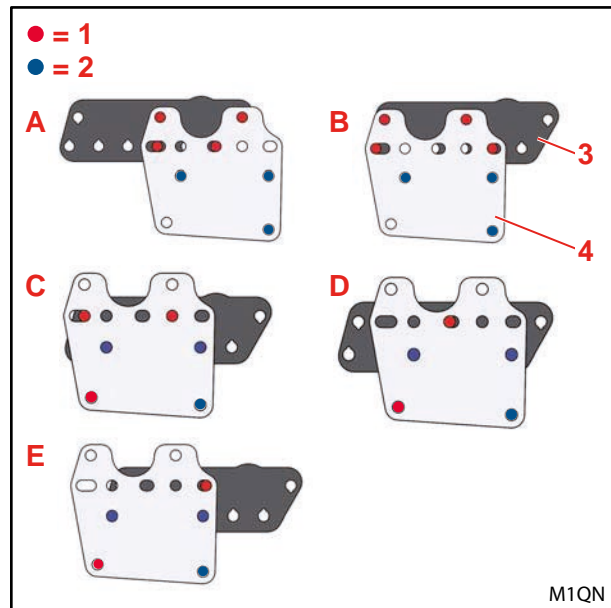
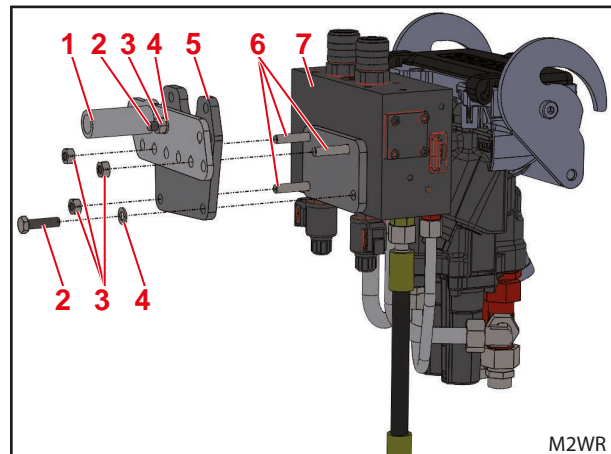

Abb. 12 Anbaupositionen der Ventile am Halter am rechten Anbauteil
Abb. 13 Ventile an Halter am rechten Anbauteil montieren (Anbauvariante D)
- (1) Ventile an Halter am rechtem Anbauteil halten und ideale Anbauposition ermitteln.
**i** Der Anbau der Ventile kann an unterschiedlichen Positionen erfolgen (siehe Abb. 12).
- (2) Halteblech wieder von Stehbolzen abbauen.
- (3) Halteblech gemäß gewünschter Anbauposition mit Sechskantschrauben M8x30, Scheiben, Sperrkantringen und Sechskantmuttern an Halter am rechten Anbauteil montieren.
**i** Die Schraubenköpfe zeigen dabei zum REAL3-Ventil (siehe Abb. 13). Die Scheiben bei den Schraubenköpfen ansetzen.
- (4) Ventile über Stehbolzen mit Sechskantmuttern an Halteblech bzw. Halteblech und Halter am rechten Anbauteil montieren.
- (5) Bei Anbaupositionen C, D und E (siehe Abb. 12) Ventile zusätzlich mit 1 Sechskantschraube M8x30 und 1 Sperrkantring an Halteblech montieren.